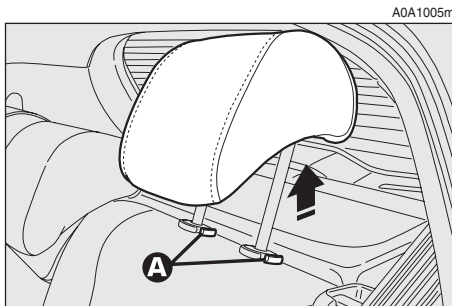

fig. 24
– levante los reposacabezas hasta su altura máxima, apriete ambos pulsadores (**A-fig. 24**) ubicados al lado de las dos fijaciones, luego quite los reposacabezas tirándolos hacia arriba;